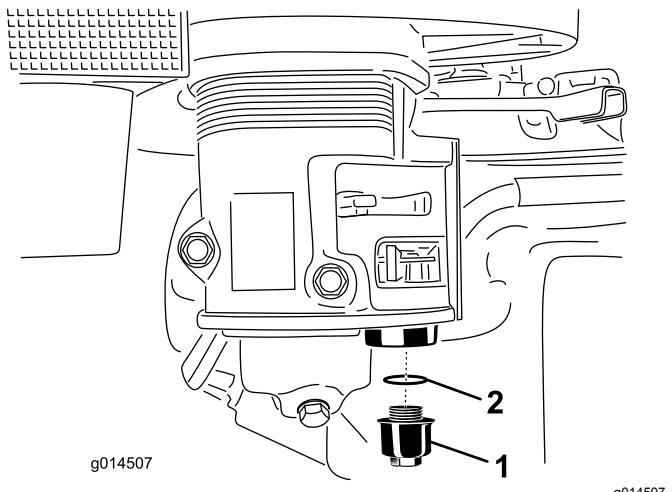

Figura 23
4. Svitate la coppa dei sedimenti (Figura 23).